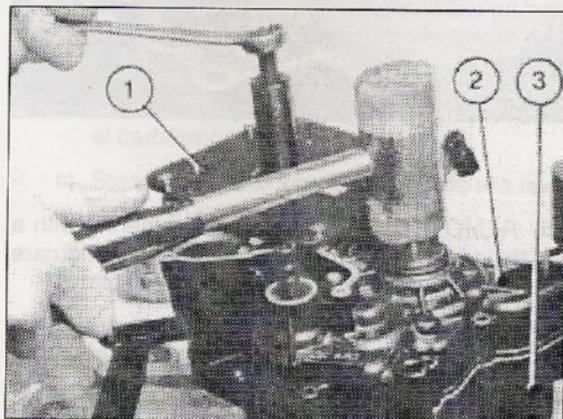

Fig. 21
21) **SEPARARE** i 2 semicarteri dopo aver applicato l'apposito estrattore (1-Fig. 21) al semicarter dal lato del volano battendo con un martello di legno, cuoio o plastica alternativamente sull'albero selettore e sull'albero cambio, permettendo così il distacco graduale e parallelo dei due semicarteri (2-3-Fig. 21).
21) **SEPARATE** the 2 crankcases after applying the special extractor (1-Fig. 21) on the crankcase (left), tapping with a wooden, leather or plastic hammer alternately on the shift shaft and on the drive axle thus allowing gradual and parallel removal of the two crankcases (2-3-Fig. 21).